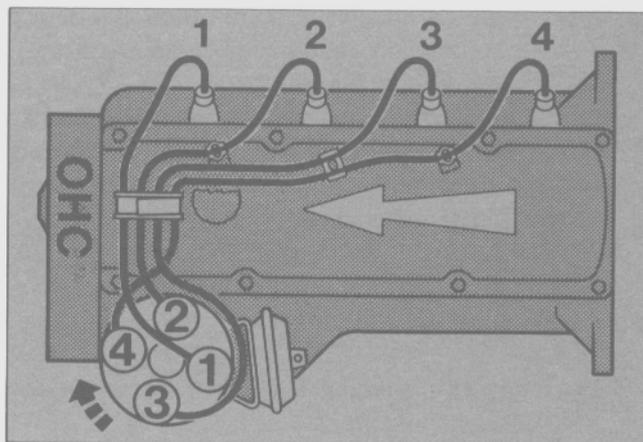

Fig. 77 - Disposición de los cables de alta tensión
- Instalar la tapa del distribuidor y conectar los cables de alta tensión a las bujías y la bobina (Fig. 77).